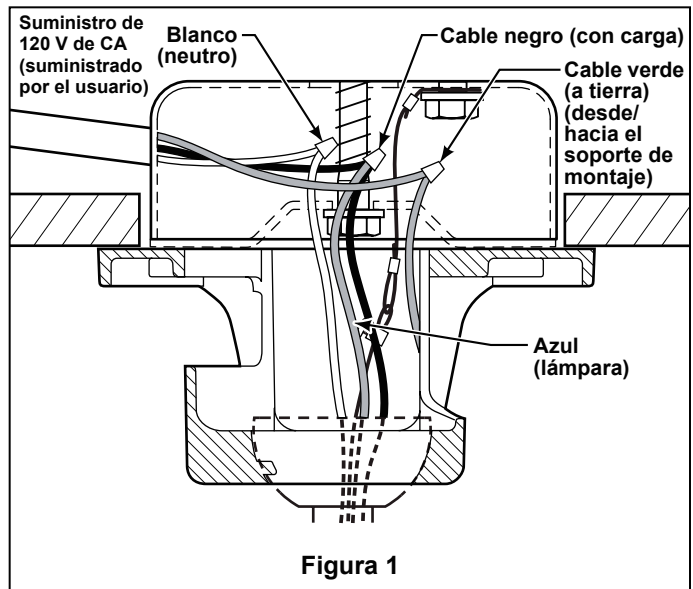

Figura 1
3. Conecte el cable blanco del motor del ventilador al cable de suministro blanco (neutro) con el conector de cables suministrado (Figura 1).
4. Conecte el cable negro del motor del ventilador y el cable azul al cable de suministro negro con el conector de cables suministrado (Figura 1).
1. Con la electricidad todavía desconectada, retire la placa para pared y el interruptor existentes. Realice las conexiones eléctricas con tuercas para terminales como se muestra en la Figura 1.